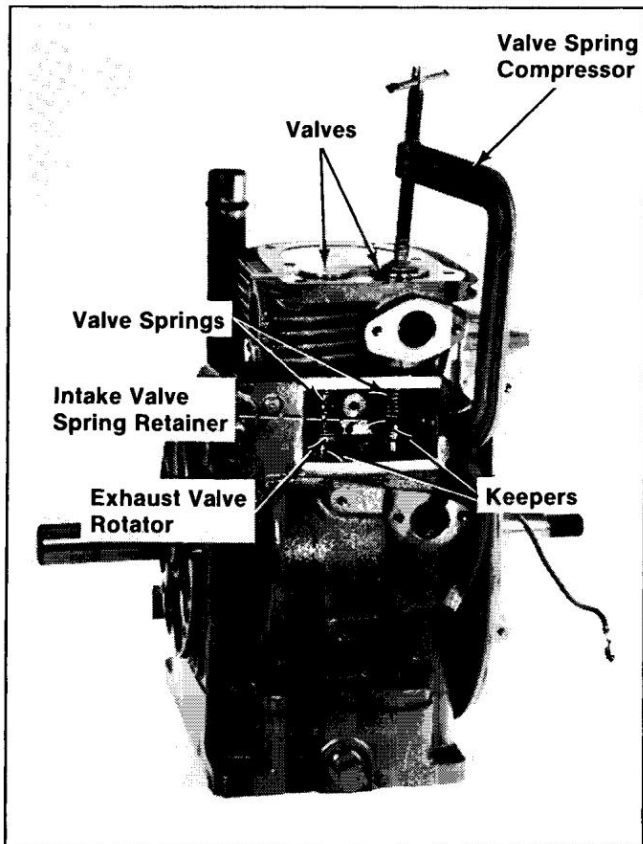

Figure 12-40. Installation de vannes - K91, K161 et K181.
4. Sur les modèles K91, KI 61 et KI81, installez les ressorts de soupape (fermez les bobines vers le haut), la retenue de ressort de soupape d'admission, le rotateur ou la retenue de soupape d'échappement et les soupapes. Reportez-vous à la Figure 12-40.